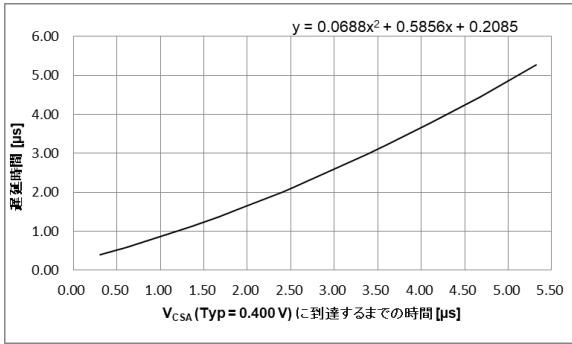
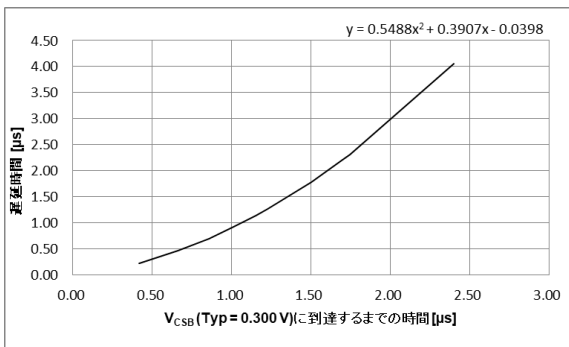

Figure 6A. 遅延時間 vs  $V_{CSA}$  (Typ = 0.400 V) に到達するまでの時間(BM2P061HK-LBZ)
Figure 6C. 遅延時間 vs  $V_{CSB}$  (Typ = 0.300 V) に到達するまでの時間(BM2P131HK-LBZ)
スイッチングサイクルごとの過電流リミッタを内蔵しています。過電流リミッタは 1 パルスに対して、SOURCE 端子電圧が  $V_{CSA}$  (Typ = 0.400 V) または  $V_{CSB}$  (Typ = 0.300 V) 以上になると、遅延時間後にターン OFF する動作です。遅延時間は  $V_{CSA}$  (Typ = 0.400 V) または  $V_{CSB}$  (Typ = 0.300 V) に到達するまでの時間によって変化します。この遅延時間により、AC 電圧補正機能が動作しています。SOURCE 端子電圧が  $V_{CSA}$  (Typ = 0.400 V) または  $V_{CSB}$  (Typ = 0.300 V) に到達するまでの時間と追加の遅延時間の関係を Figure 6A から 6C に示します。
- $t_D$ : IC で追加される遅延時間 (Figure 6A から Figure 6C 参照)